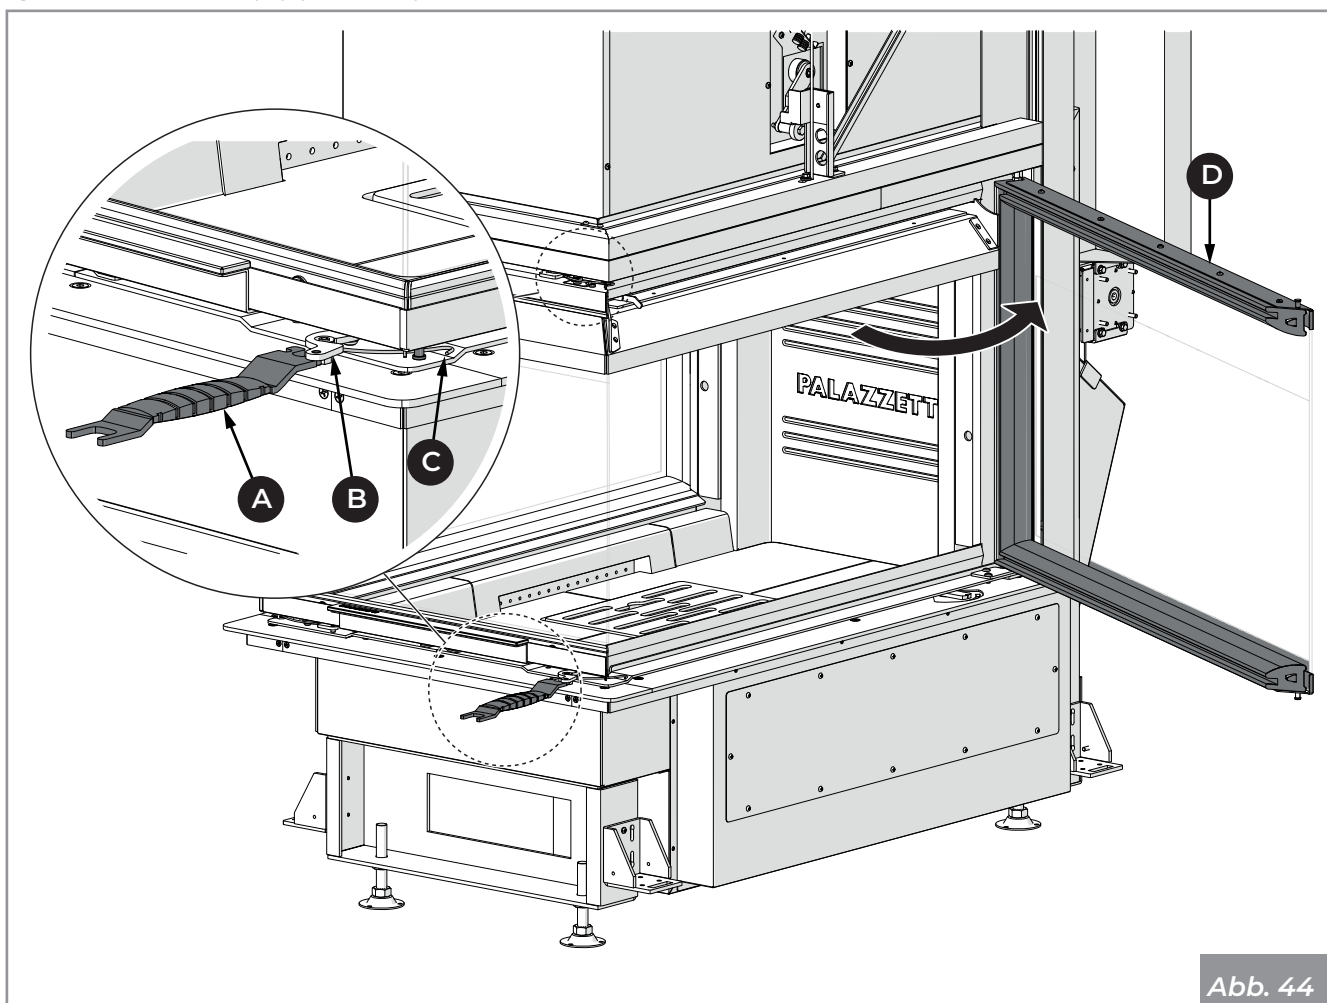

Abb. 44
- 1) Den kalten Griff (A) verwenden, um den Hebel (B) zu drehen und den Haken (C) freizugeben
- 2) Die Tür öffnen (D) (Abb. 44).